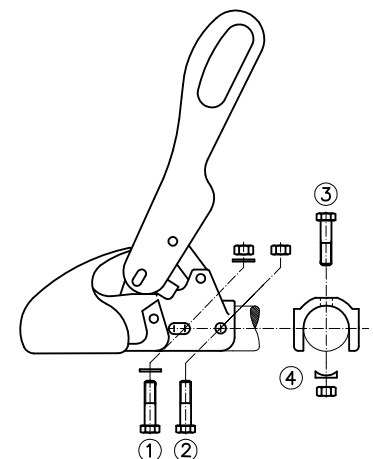

Figura 3: Conexión
Los enganches esféricos de tracción WS 3000-H/L/LB son ejecuciones especiales para frenos de inercia y se montan con atornilladuras en cruz (1)+(3) y la distancia entre orificios de **40 mm**. (Figura 3) El material de fijación no pertenece al volumen de suministro.
2.2 Cuando el enganche esférico de tracción WS 3000/3500 se emplea como sustituto de otro tipo de enganche, en la instalación de inercia se debe observar, que el amortiguador vuelva a ser montado reglamentariamente y los tubos distanciadores eventualmente existentes en el tubo de tracción sean enhebrados correctamente. Como elemento auxiliar en el WS 3000-D por favor emplear el perno suministrado Ø 12x34 mm o Ø 12x49 mm según el diámetro de la barra de tracción. En el WS 3500-D Ø 14x63 mm. Como elemento auxiliar emplear por favor el perno suministrado de Ø 12x34 mm o Ø 12x49 mm según el diámetro de la barra de tracción. Emplear el perno como extractor durante el desmontaje del tornillo de fijación (2) o (3) (Figura 3) según el tipo de fijación del amortiguador y dejarlo colocado durante el desmontaje/montaje del enganche esférico de tracción para el centrado del amortiguador en el tubo de tracción. Al colocar el nuevo tornillo de fijación, volver a retirar el perno.